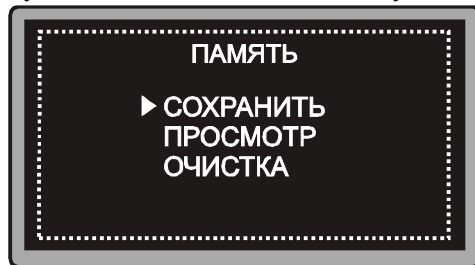

Рис. 6.11 Режим работы с памятью
6.15.2.1 Кнопками "↑", "↓" установить курсор на индикатор "ПАМ", нажать кнопку "←" и перейти в режим работы с памятью дефектоскопа (рис. 6.11).
6.15.3.1 Войти в меню «Память» по п.6.15.2.1 или п. 6.15.2.2. Кнопками "↑", "↓" установить курсор на строку "ОЧИСТКА" (рис. 6.11) и нажать кнопку "←". При этом на дисплее дефектоскопа появится предупреждающее сообщение "СТЕРЕТЬ?".